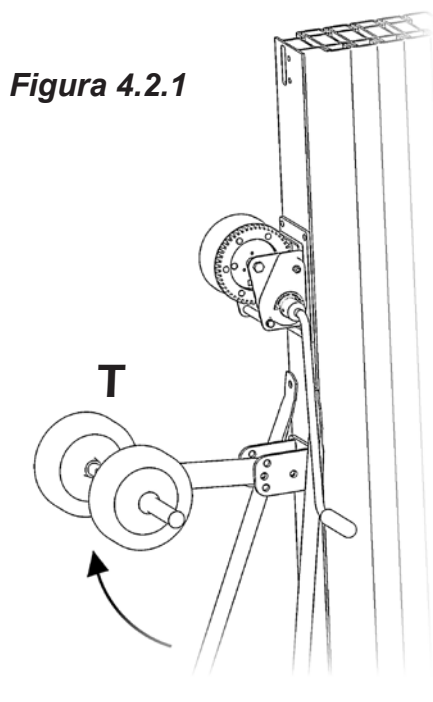
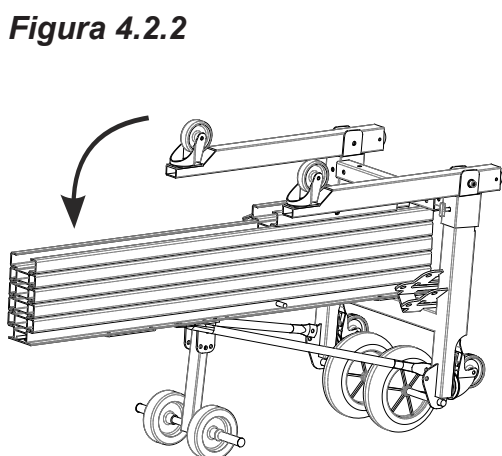

Figura 4.2.1
Figura 4.2.2
4.2 - Coloque el asa de transporte (**T**) en posición horizontal bloqueandola con el pasador y su clip (Ver figura 4.2.1). A continuación vuelque la torre elevadora para colocarla en posición horizontal sobre las ruedas de goma (Ver figura 4.2.2).